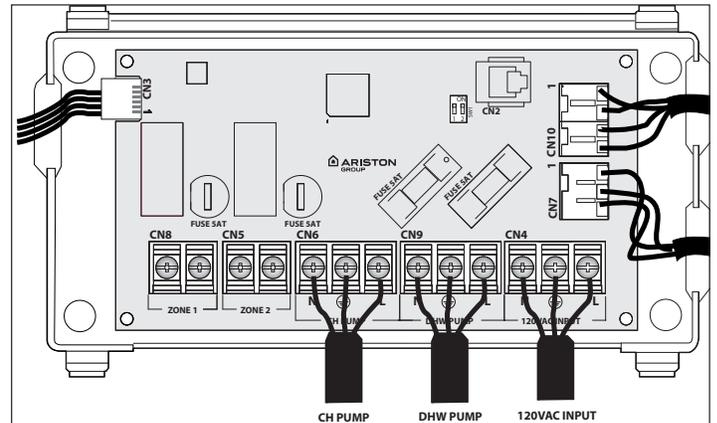

Figure 64 - Raccordements 120 V pour les circulateurs d'ECS et de chauffage central
- Branchez le câble sur place à la sortie appropriée; voir la figure 64.